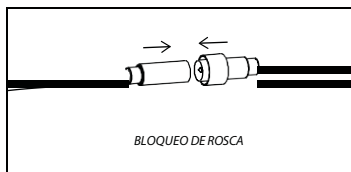

Figura 3
3. Conecte la caja del controlador remoto a la luminaria y apriete el conector de la tuerca con la mano. La flecha en las partes macho y hembra del conector entre el conductor y el cable de montaje debe coincidir. (Figura 3)